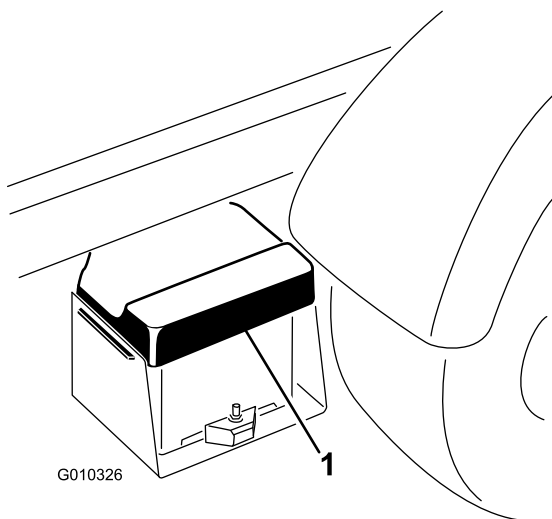

Figura 3
- A. Apriete la tapa de la batería para liberar las pestañas de la base de la batería (*Figura 3*).
- B. Retire la tapa de la batería de la base (Figura 3).
2. Apriete la tapa de la batería, alinee las pestañas con la base de la batería, y suelte la tapa de la batería (Figura 3); consulte Preparación para la instalación del Kit.